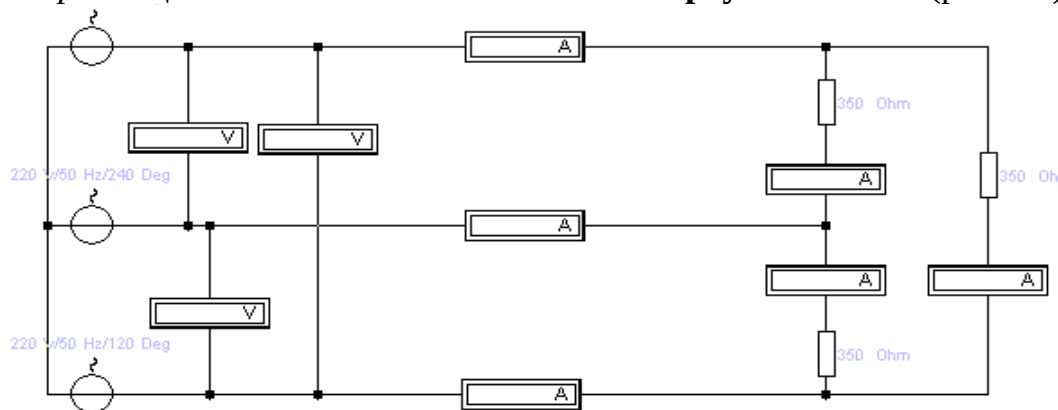

Рис.3.2.
2.6. Собрать цепь в соответствии со схемой «треугольника» (рис.3.2).